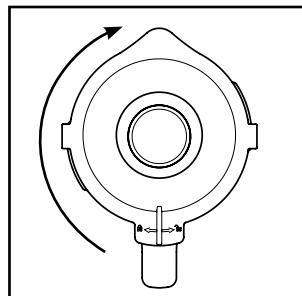

Fig. 2
- 4) Premere saldamente di nuovo il coperchio **2** sull'inserto mixer **3** in modo sfalsato. Chiudere il coperchio **2**, ruotandolo in senso orario nella posizione  fino a percepirlne l'innesto (vedere Fig. 2). Verificare che il beccuccio dell'inserto mixer **3** sia chiuso. Il motore può avviarsi solo quando il coperchio **2** è posizionato a filo.